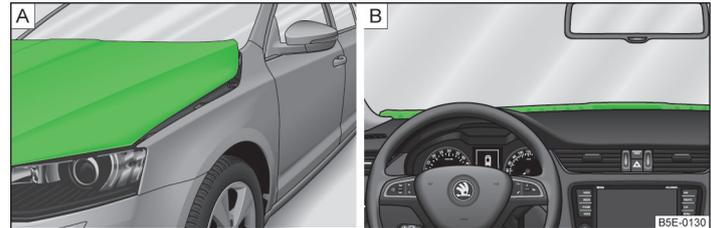

Abb. 138 Angehobene Motorraumklappe
- die Motorraumklappe wird angehoben » Abb. 138 - A;
- Die Sitzhöhe vor der Fahrt anpassen, sodass die angehobene Motorraumklappe die Sicht nach vorn nicht einschränkt » Abb. 138 - B. Die Fahrt nicht fortsetzen, wenn auch bei höchster Sitzposition die Sicht nach vorn eingeschränkt bleibt!